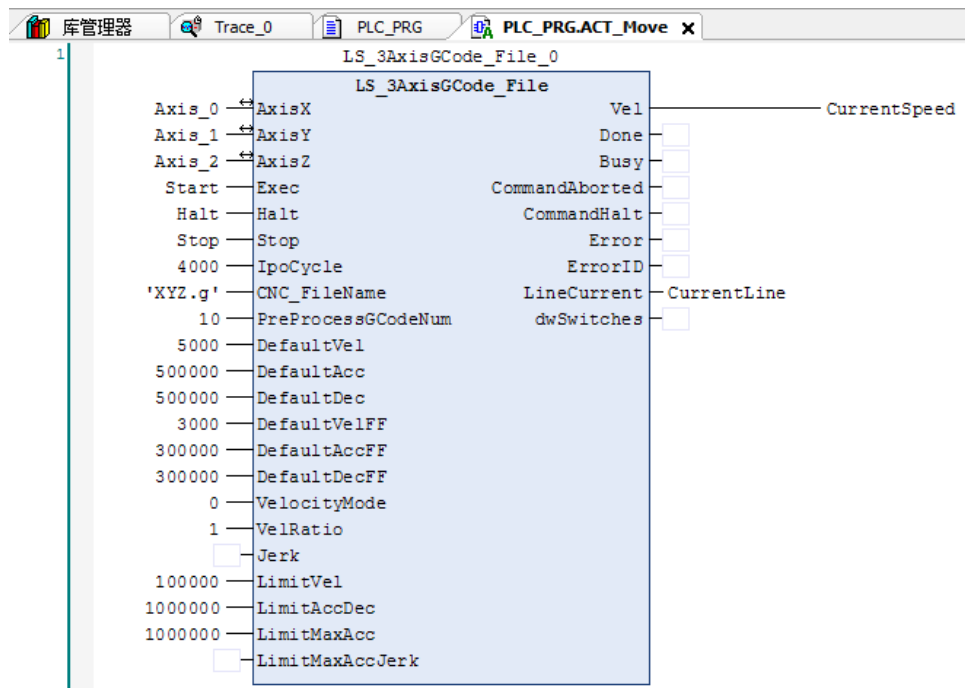
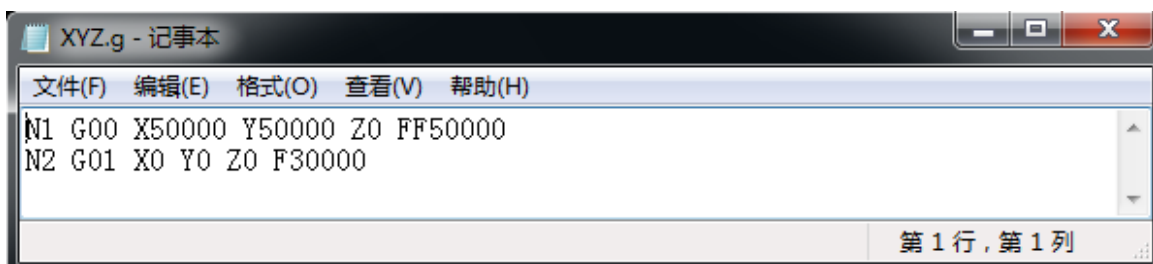

图 8.35 G 代码插补模块
图 8.36 G 代码文件
3) 添加模块: 在主程序 PLC\_PRG 下新建上电模块 ACT\_Power、运动模块 ACT\_Move, 并填写相应的参数和变量, 并实时读取插补运动的当前速度和当前执行的 G 代码行号, 如图 8.35 所示。其中的 CNC 文件“XYZ.g”文件, 通过文件系统传输到控制器的 FLASH 中, G 代码文件的内容如图 8.36 所示。